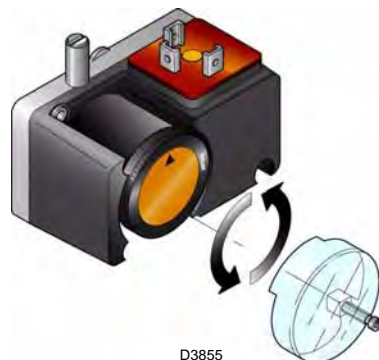

图. 27
- 将图27中的最小燃气压力开关调节到最小刻度。
在执行完上述调整之后，可以对最小燃气压力开关进行设定。如图.27所示，先将最小燃气压力开关调节到最小刻度上。